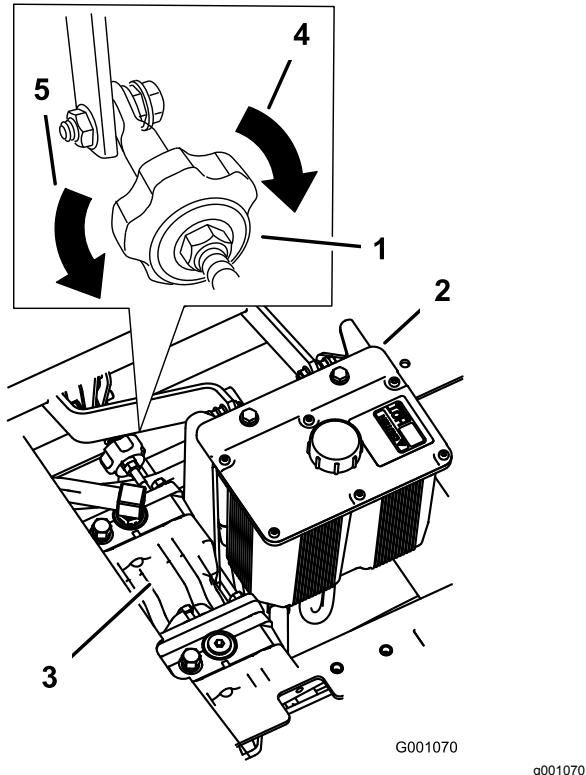

Figure 49
4. Pour que la machine tire à droite, tournez le bouton vers la droite de la machine. Voir Figure 49.
5. Pour que la machine tire à gauche, tournez le bouton vers la gauche de la machine. Voir Figure 49.